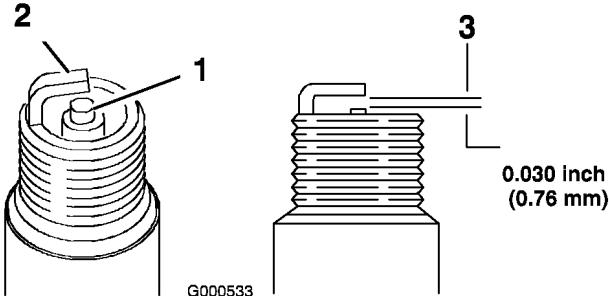

Figura 27
- Fije el hueco entre los electrodos en 0,76 mm (Figura 27).